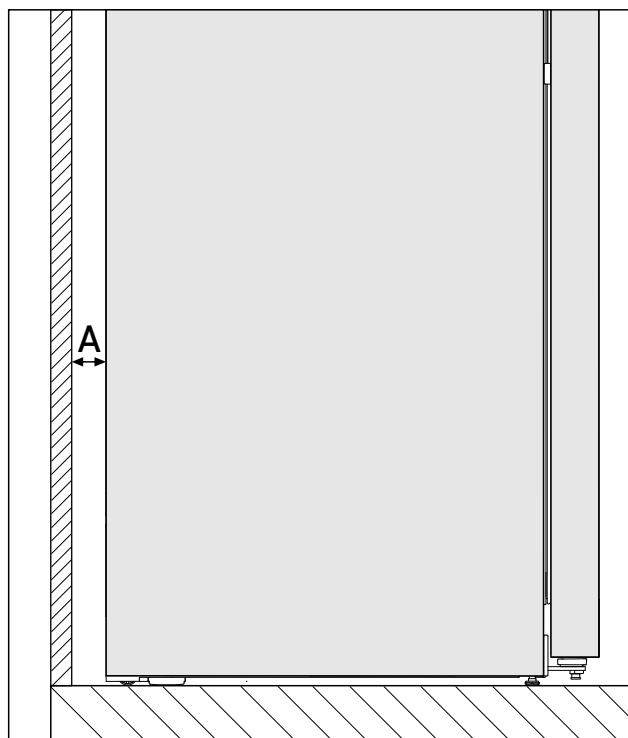

Fig. 2 *
Il consumo energetico è stato rilevato con una distanza dalla parete Fig. 2 (A) tra il retro dell'apparecchio e la parete. Se la distanza dalla parete è inferiore a Fig. 2 (A), questo non influenza in alcun modo la funzionalità dell'apparecchio, ma il consumo energetico aumenta con una distanza dalla parete inferiore.*